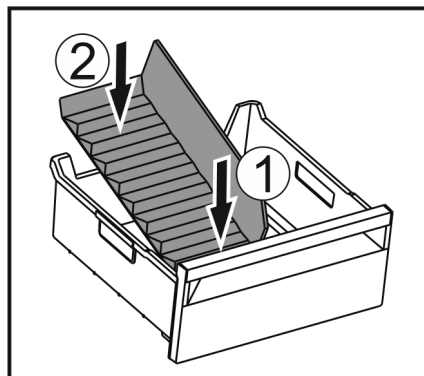

Fig. 121
- Установите переднюю часть разделителя отделения для льда. Fig. 121 (1)
- Опустите заднюю часть разделителя отделения для льда на дно выдвижного ящика. Fig. 121 (2)